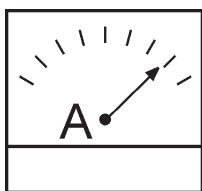

**Figure 56. Ampèremètre (charge)**
14. Observer l'ampèremètre du générateur (Figure 56) et vérifier qu'il affiche la quantité de courant prévue par rapport à la charge. L'ampèremètre affiche uniquement une lecture actuelle si une charge est en cours d'utilisation.